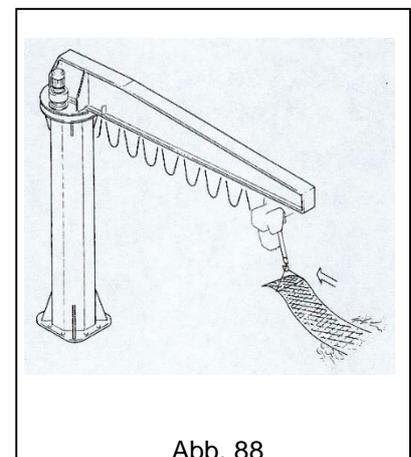

Abb. 88
- **NIEMALS** den Kran zum Ziehen oder Schleppen verwenden (Abb. 88).